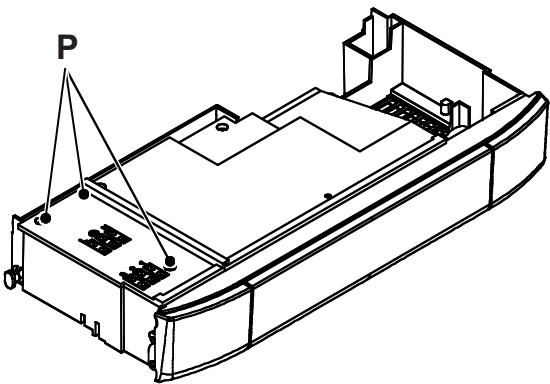

Рисунок 5.10
- Ослабьте винты Р и снимите сервисную панель (Рисунок 5.10).